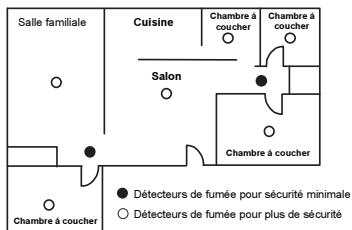

Figure 2 : Emplacements des détecteurs de fumée d'une résidence à un seul étage ayant plusieurs chambres
- ♦ Installer un détecteur de fumée et de chaleur à chaque étage de maison ou appartement à plusieurs étages, comme indiqué en figure 2.